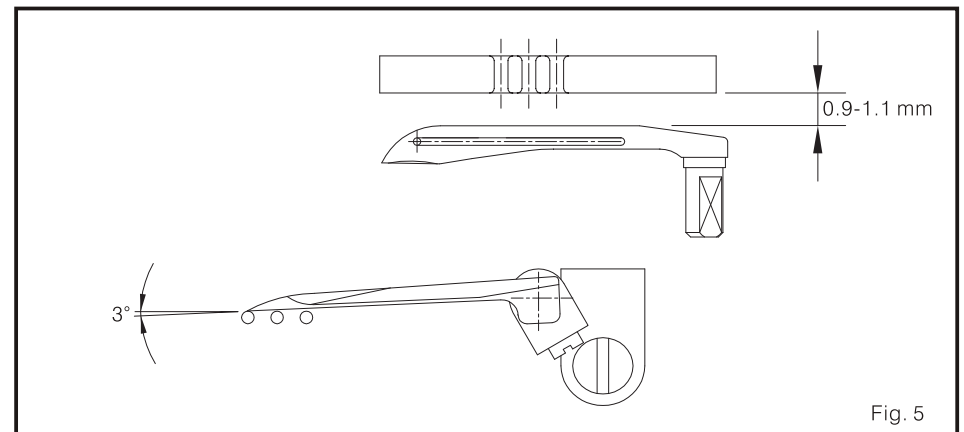

Fig. 5
2. Defina a altura e ângulo do looper. (Fig. 5)